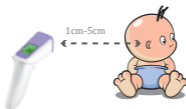

Figura 3: Alinear detrás de las orejas para medir
- Si por alguna razón la medición de la temperatura de la frente baja puede tratar de alinearse detrás de las orejas. Véase la figura 3.